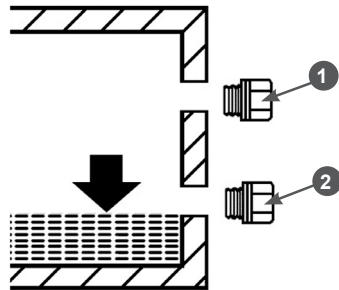

Рис. 21 Уровень масла в вибраторе
7. С помощью воронки со шлангом через заливное отверстие заливаете в вибратор масло до тех пор, пока оно не начнет вытекать через контрольное отверстие (Рис. 21).
7. Закрутите пробку 2 контрольного отверстия (Рис. 21).
8. Закрутите пробку 1 заливного отверстия (Рис. 21).